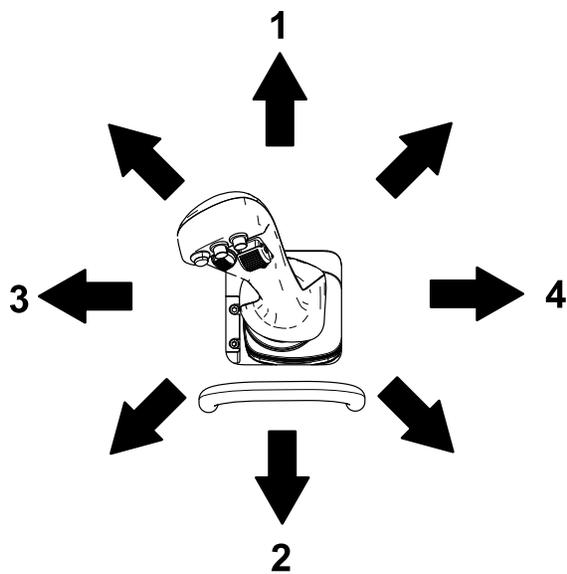

Рисунок 18
- Чтобы наклонить навесное оборудование вперед, медленно перемещайте рычаг вправо (Рисунок 18).
- Чтобы наклонить навесное оборудование назад, медленно перемещайте рычаг влево (Рисунок 18).
- Чтобы опустить стрелы погрузчика, медленно перемещайте рычаг вперед (Рисунок 18).
- Чтобы поднять стрелы погрузчика, медленно перемещайте рычаг назад (Рисунок 18).